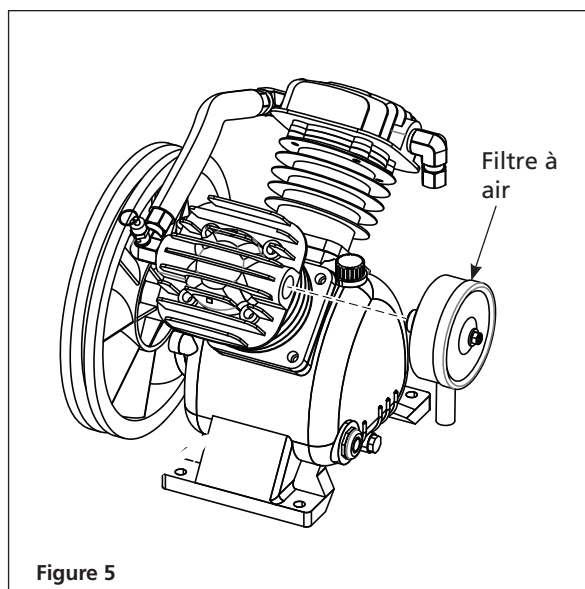

Figure 5
3. Installez le filtre à air. Voir Figure 5.